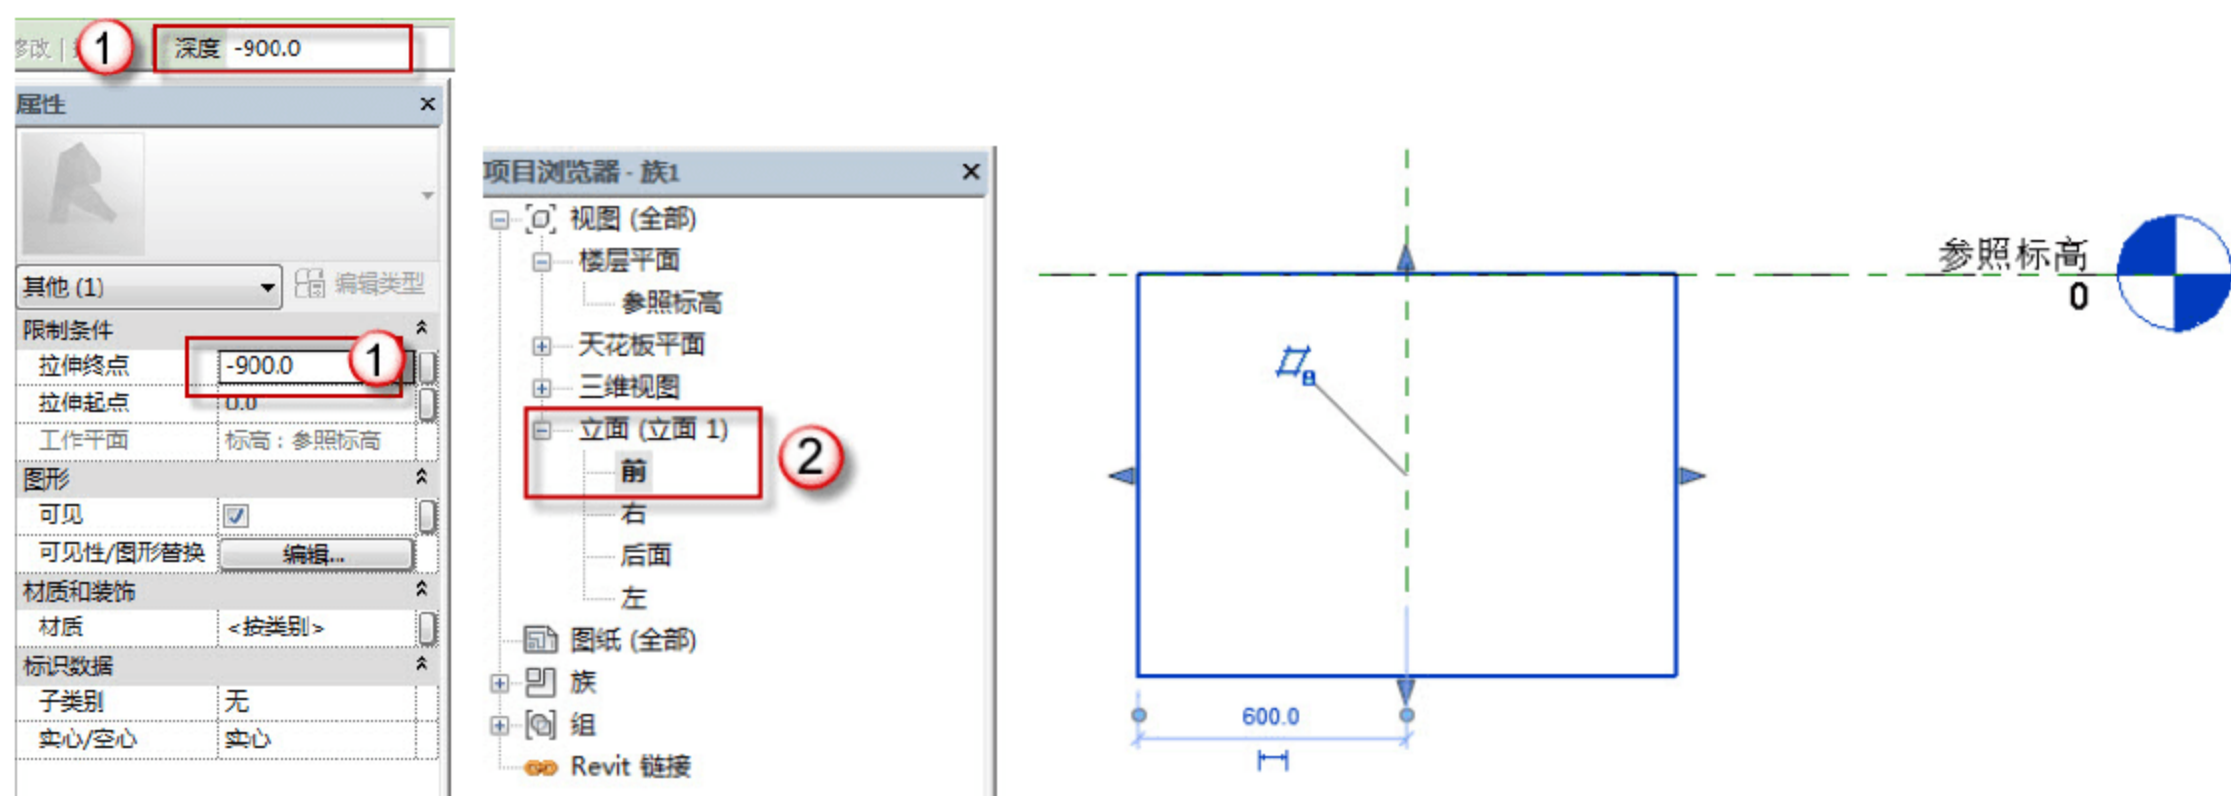

图 2.1.18 定义承台高度
(4) 定义承台高度。在 Revit 中用“深度”表示承台高度，因承台在参照标高以下，表示承台高度输入负值。单击“深度”按钮，输入数值-900，或者在“拉伸终点”后输入数值-900。在项目浏览器中选择“立面”→“前”命令，观看承台高度，如图 2.1.18 所示。